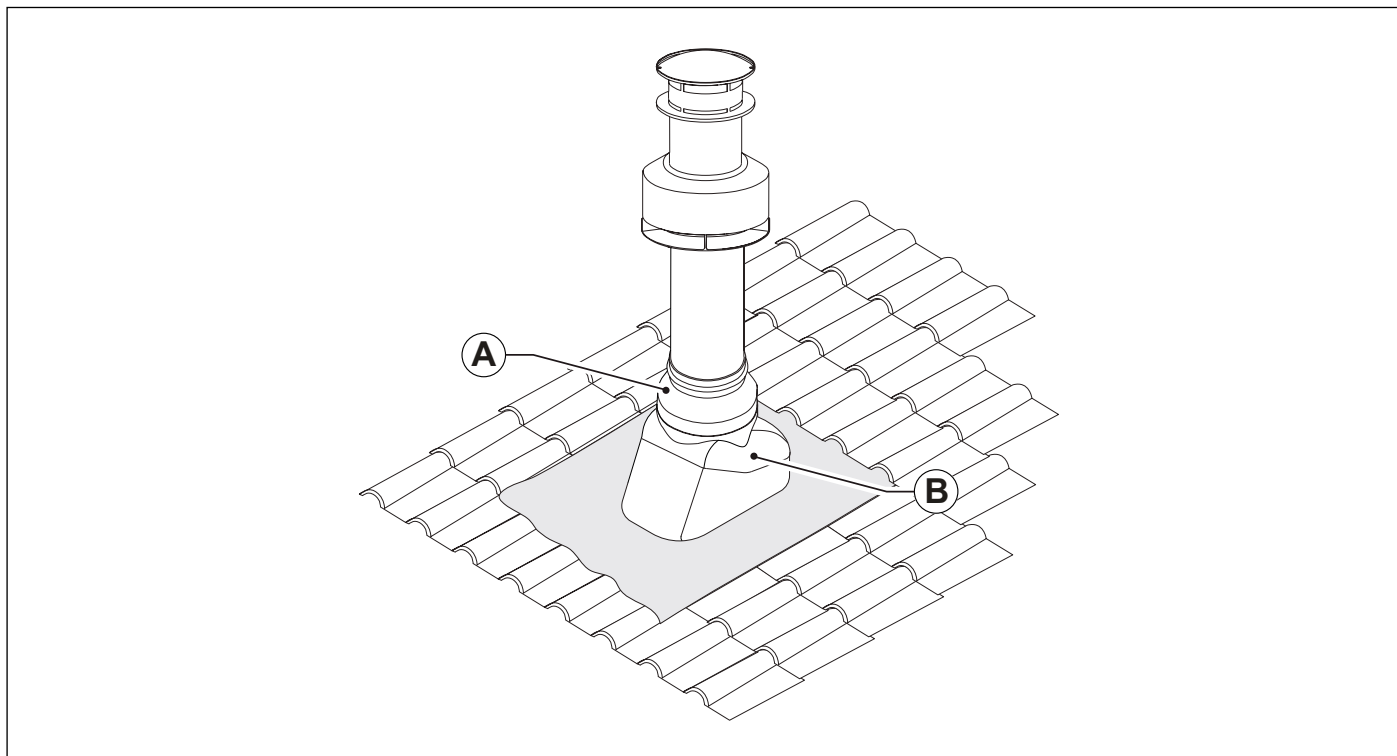

Abb. 14 Montage der Abgasleitung am Schrägdach
Die verdoppelten und koaxialen Endteile zur Luftansaugung und Rauchabführung weisen eine Rille (A) zur Befestigung der äußeren Wand im unteren Bereich auf. (siehe Abb. 14 Installation der Wandenteile).